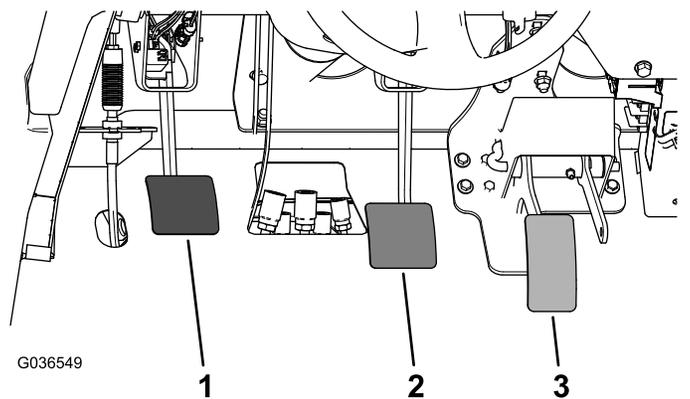

图66
2. 抬起刹车踏板 图66 直至它接触到机架。
3. 松开将汽缸轭固定至主汽缸轴的锁紧螺母 图66。